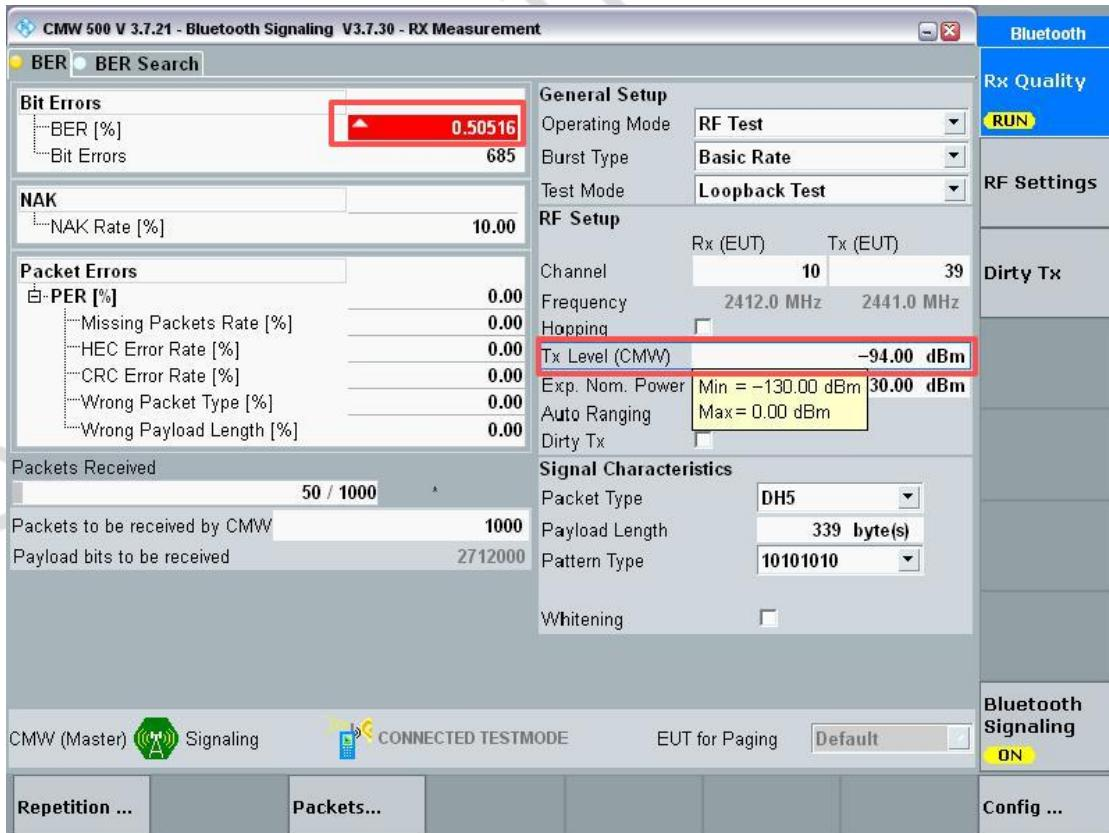

图 5-5
- 4) 选中界面中的【Tx Level (CMW)】缓慢减小 Tx Level 的值（可以以 0.01 或 0.1 的步进减小 Tx Level 值），当屏幕左上角 PER[%] 或 BER[%] 中显示值变红，上一个值即目前所测信道的接收灵敏度，如图 5-5；